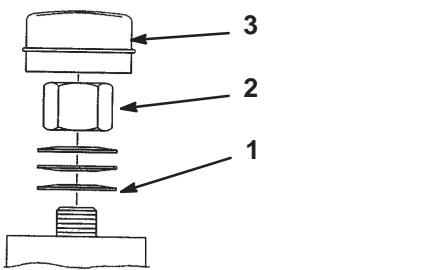

Figure 45
2. Retirez le capuchon anti-poussière de la roue et serrez le contre-écrou (Fig. 45).
3. Continuez de le serrer jusqu'à ce que les rondelles élastiques soient aplatis, puis desserrez-le de 1/4 de tour pour obtenir la précharge correcte des roulements (Fig. 45).
Important Veillez à installer les rondelles comme illustré à la Figure 45.